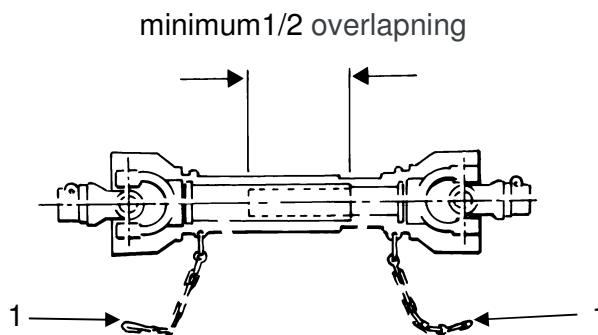

Fig 2
Sørg for, at sikkerhedskæderne (item 1, fig 2), der bruges til at forhindre beskyttelsen i at dreje, er fastgjort til traktoren og implementeret på en sådan måde, at de ikke strækkes, når drivakslen har maksimal svingning. Når frakoblet fra traktoren, skal du placere PTO-akslen på trækstangens PTO-hvile som vist i figur 1.